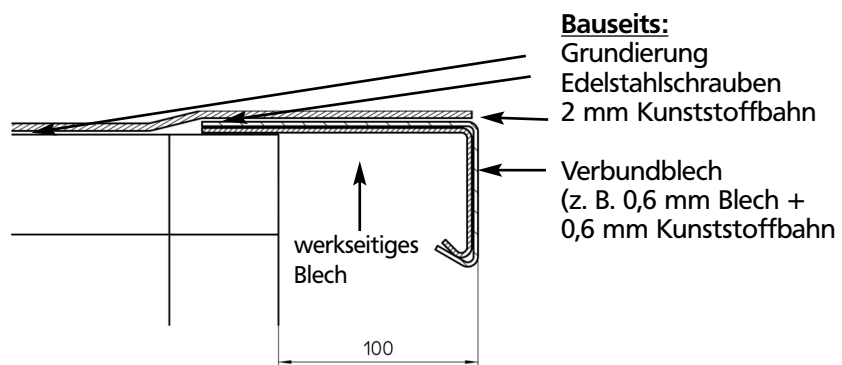
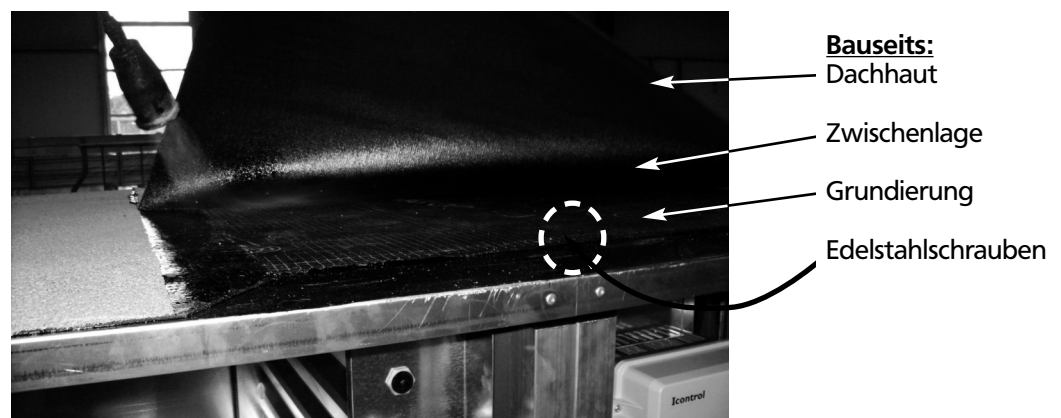

Abb. 6: Ausführungsvorschlag 1 für obere Abdeckung: mit Kunststoffbahnen
Abb. 7: Ausführungsvorschlag 2 für obere Abdeckung: mit Dachhaut
- Schützen Sie die Oberseite des Geräts nach dem Aufstellen unmittelbar ohne Zeitverzögerung dauerhaft gegen Witterungseinflüsse. In Abb. 6 und Abb. 7 finden Sie Ausführungsvorschläge.